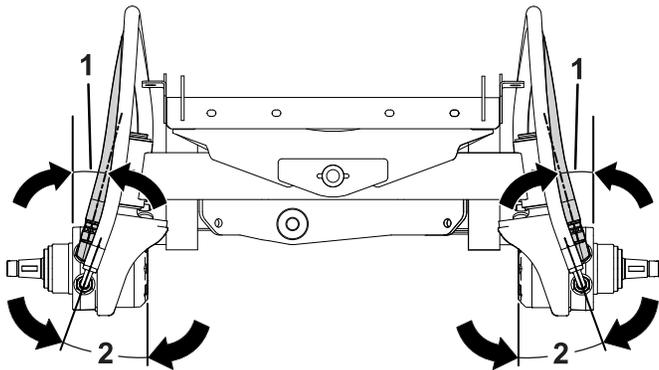

Bild 12
- Stellen Sie das 90° Winkelanschlussstück auf einen 15°-Winkel ein, wie in Bild 12 dargestellt.
- Stellen Sie das 90° Winkelanschlussstück auf einen 20°-Winkel ein, wie in Bild 12 dargestellt.
Hinweis: Stellen Sie sicher, dass die Winkel wie in Bild 12 dargestellt eingehalten werden.